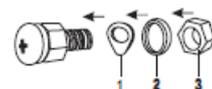

Abb.9 Erdungsschraube für das Kochfeld
- Kompaktstecker in die Anschlussöffnung siehe Abb. 9 Backofenrückseite stecken.